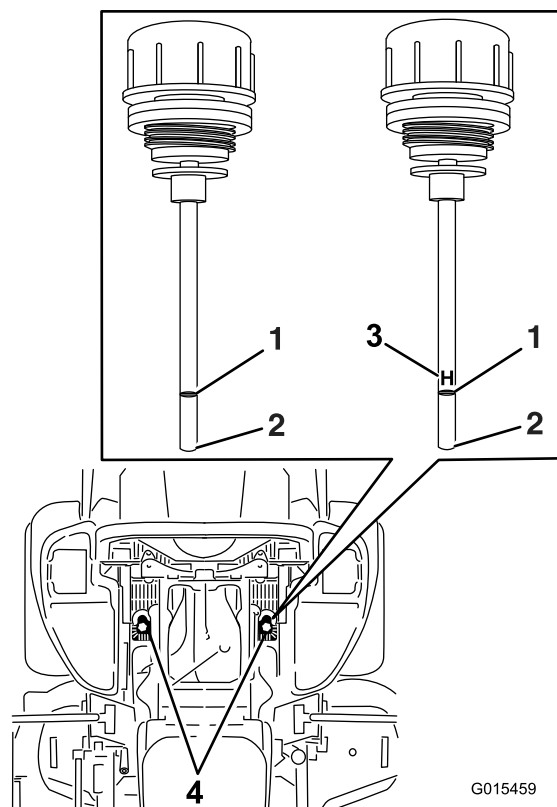

Figure 87
6. Nettoyez la surface autour des jauges des réservoirs du système hydraulique (Figure 87).
7. Sortez la jauge du réservoir hydraulique (Figure 87).
9. Ressortez la jauge et examinez l'extrémité (Figure 87). Si le niveau d'huile est au repère minimum, versez lentement la quantité d'huile qui convient dans le réservoir hydraulique pour faire monter le niveau jusqu'au repère maximum(H).